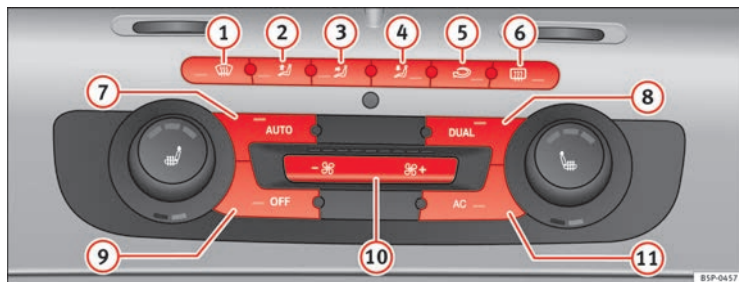

Abb. 132 Bedienelemente der 2C-Climatronic an der Instrumententafel.
- Zum Einschalten des manuellen Betriebs betätigen Sie eine der Tasten ⇒ Abb. 132 ① bis ⑤ oder aber die Gebläsetasten ⑩. Die jeweils eingestellte Funktion wird am Display des Radios bzw. des Navigationssystems angezeigt.
- Drücken Sie die Taste  ⇒ Abb. 132 , um den Umluftbetrieb ein- oder auszuschalten. Bei eingeschaltetem Umluftbetrieb erscheint am Display das Symbol .